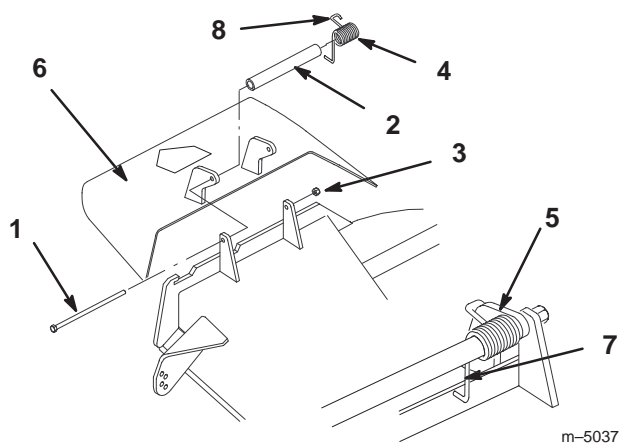

Figure 67
1. Retirez le contre-écrou, le boulon, le ressort et l'entretoise qui fixent le déflecteur aux supports de pivot (Fig. 67). Enlevez le déflecteur s'il est endommagé ou usé.
Remarque : prenez soin de placer l'extrémité en **L** du ressort derrière le bord du plateau avant de mettre le boulon en place, comme indiqué à la Figure 67.
3. Remettez le boulon et l'écrou. Accrochez l'extrémité crochue en **J** du ressort au déflecteur d'herbe (Fig. 67).